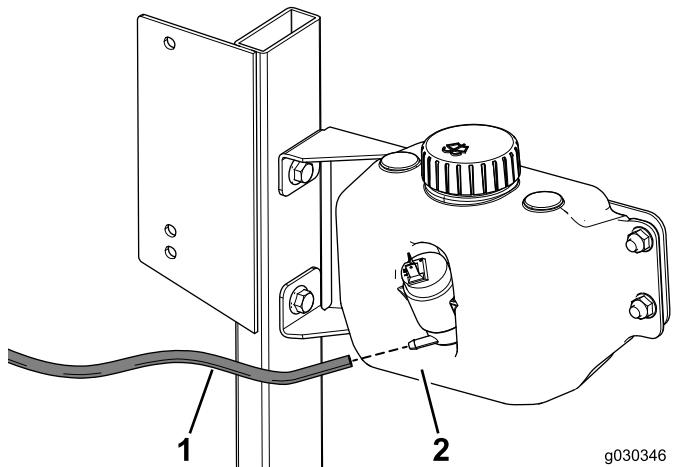

Figura 41
1. Conecte 1 extremo de la manguera del lavaparabrisas al depósito del lavaparabrisas (Figura 41).